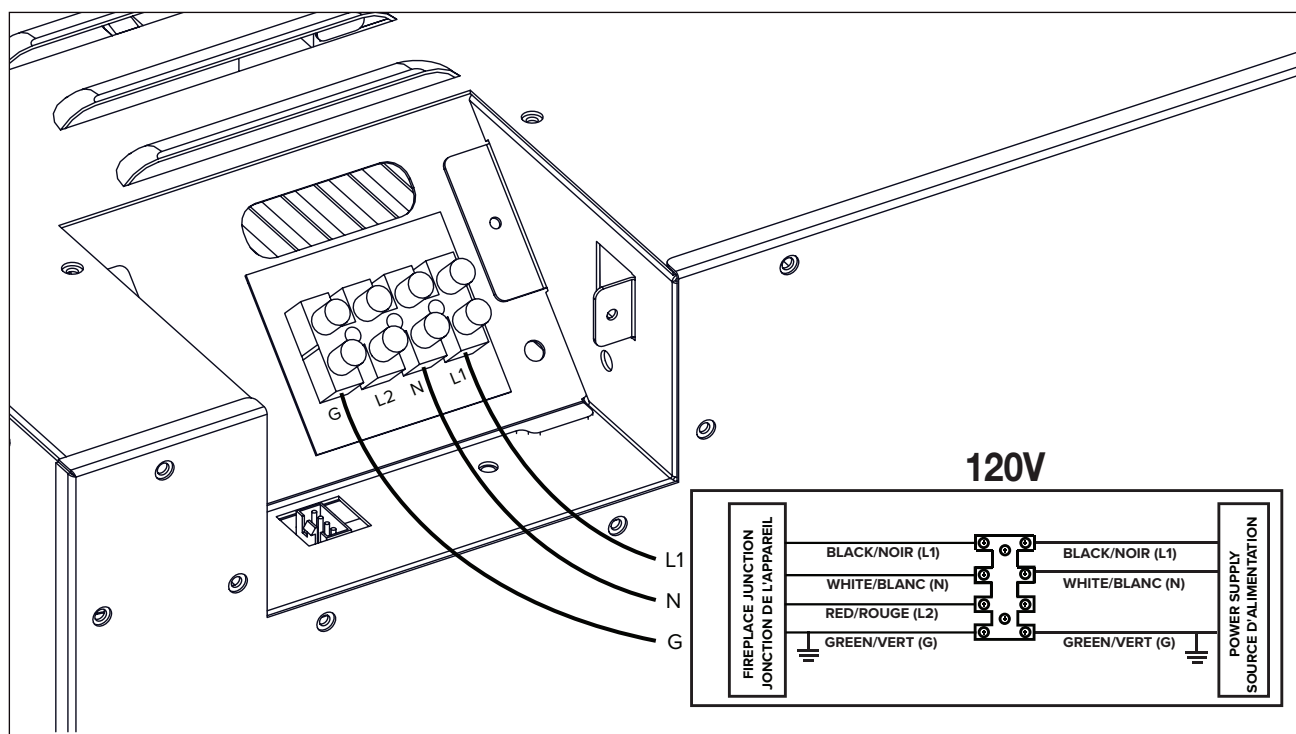

Fig. 9
3. Insérez le fil L1 dans la borne L1. Serrez la vis **(Fig. 9)**.